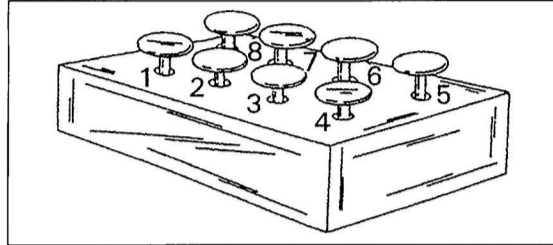
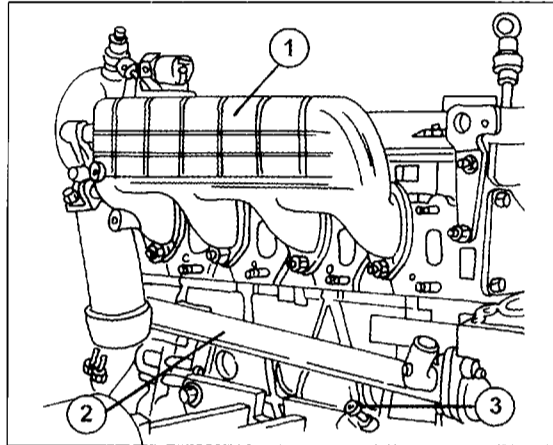
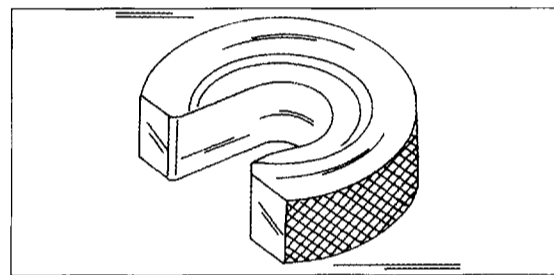
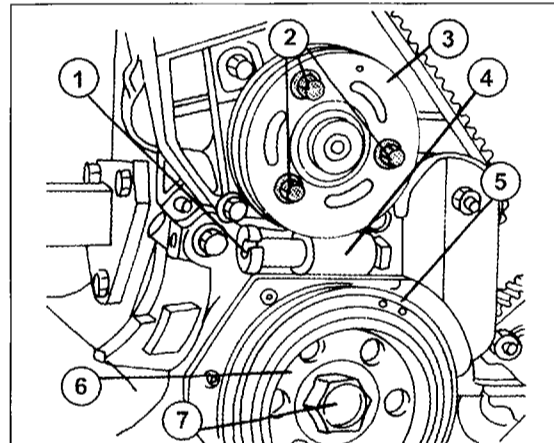

Bild 38
Bild 45
Bild 48
Bild 49
- Eine M14-Mutter besorgen und mit einer Säge einen Schlitz einsägen, wie man es in Bild 38 sehen kann. Diese abgeänderte Mutter wird zum Ausbau des Zahnriemens gebraucht. Zum Ausbau die Spannfeder für den Riemenspanner zusammendrücken und die Mutter an der gezeigten Stelle einschleiben, um den Kolben des Riemenspanners in seiner Lage zu halten. Danach den Zahnriemen ausbauen, wie es an getrennter Stelle beschrieben wird.
des Zahnkranzes einsetzt oder eine „Schwungradbremse“ benutzt, wie man es in Bild 45 sehen kann. Die Kupplung nach Kennzeichnung abschrauben. Das Schwungrad einstweilen an der Kurbelwelle lassen.
- Ein Spezialwerkzeug wird für die nächste Arbeit in der Werkstatt benutzt. Das Werkzeug hat das in Bild 48 gezeigte Aussehen und wird in der in Bild 49 gezeigten Weise in den Zahnriemenspanner unter der Riemenscheibe der Wasserpumpe eingeschoben. Dadurch wird der Zahnriemenspanner entlastet um den Zahnriemen frei zu machen. Die Schrauben (2) herausdrehen und die Riemenscheibe der Wasserpumpe (3) abziehen. Unter der Riemenscheibe sitzen die vier Schrauben der Wasserpumpe. Die Schrauben lösen und die Wasserpumpe mit dem zusammengedrückten Zahnriemenspanner abnehmen. Ebenfalls kann man eine M14-Mutter benutzen, die in der in Bild 38 gezeigten Weise auf einer Seite aufgesägt wurde. In diesem Fall die Spannerfeder zusammendrücken und die Mutter einsetzen, wie man es in Bild 38 sehen kann. Den Zahnriemen danach ausbauen, wie es im betreffenden Kapitel beschrieben wird.
- Schwungrad gegen Mitdrehen halten (Bild 45) und die Schraube in der Mitte der Riemenscheibe lockern und ausschrauben (7, Bild 49). Die Riemenscheibe (6) abziehen und das hinter der Riemenscheibe sitzende Schutzblech (5) entfernen.